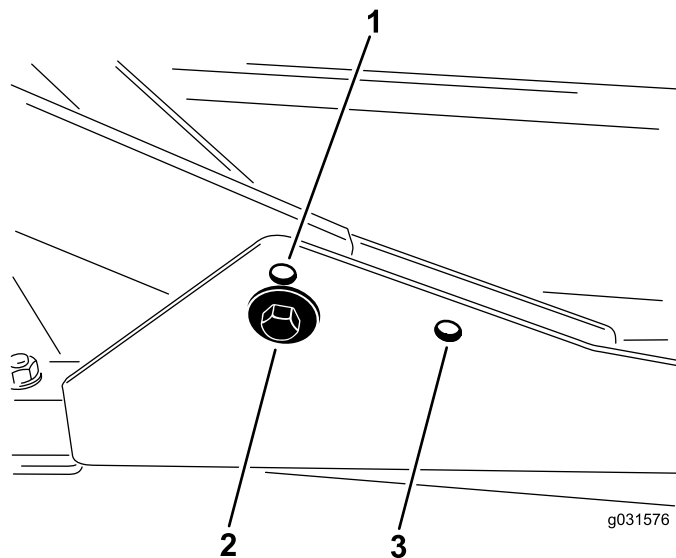

Figure 17
1. Pour une hauteur de coupe de 2 à 7,6 cm ($\frac{3}{4}$ et 3 po), montez les bâtis porteurs avant dans les trous inférieurs avant (Figure 17).
2. Pour une hauteur de coupe de 6, à et 10 cm ($2\frac{1}{2}$ et 4 po), montez les bâtis porteurs avant dans les trous supérieurs avant (Figure 17).
Quelle que soit la hauteur de coupe, l'unité de coupe arrière doit être montée dans les trous de montage arrière (Figure 17).